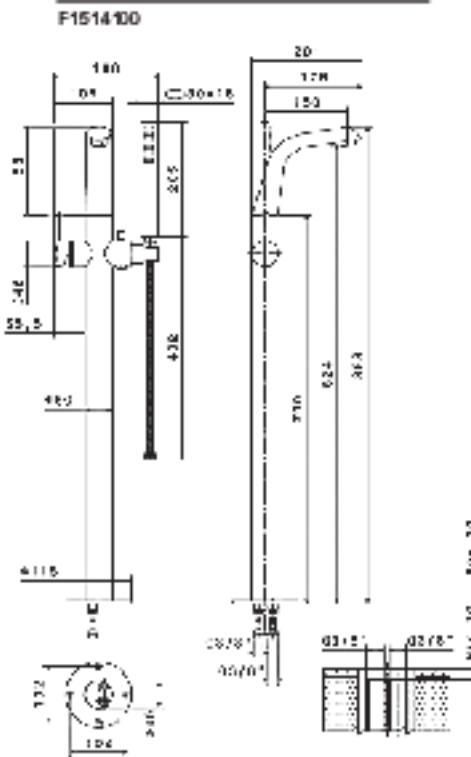

Рис.1
1. Выберите место для установки смесителя и определите водораздел горячего и холодного водоснабжения, от诗词 on рисунок на рис. 1.
1. Установите свинцовые, си-абс и нейлоновые защитные коробки, как показано на рис. 1. в подложке из пластика для установки. Диапазон трубки установки (дл.пушки по пистолету) обозначенны как старт и останов. Подключите свинцовый к системе во дросль аблс и ней.